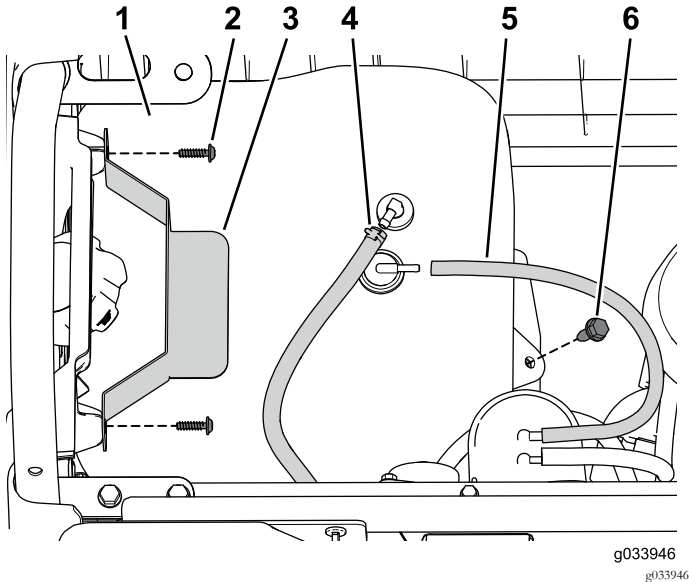

图49
1. 将油箱放到油箱托盘上图49。
2. 将通气管和燃油管线连接至油箱图49。
3. 使用之前卸下的螺丝固定压紧装置图49。